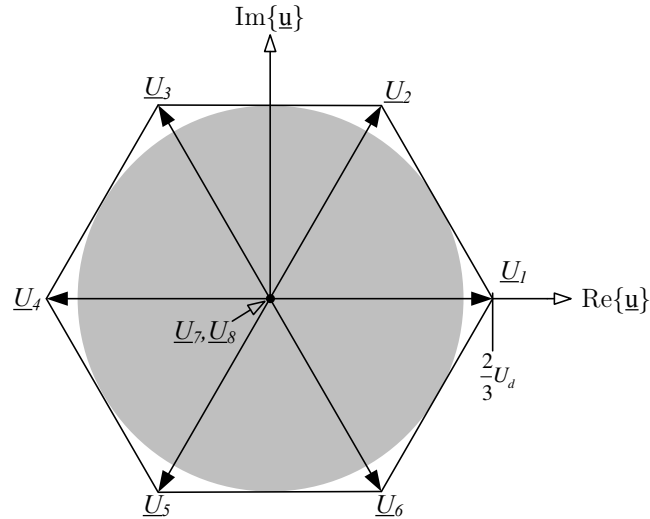

Abbildung 38: mögliche Raumzeiger)
- a) Die möglichen Raumzeiger sind in der Abbildung 38 eingezeichnet.